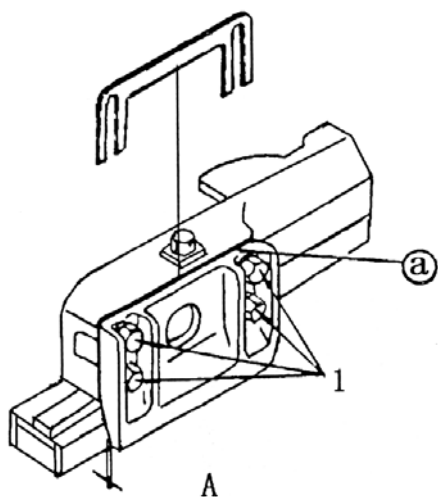

Рис. 7-3.
7.2 Регулировка зазора барабана (Рис. 7-3)